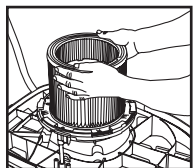

FIGURE 22
29. Mettre la nouvelle cartouche filtrante et le porte-filtre en place. **FIGURE 22.**